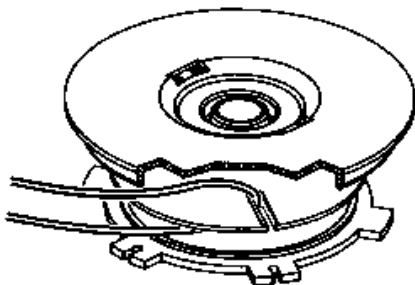

Fig. 14
4. Doblar 4,3 m (14 pulg) de longitud de la línea de la cortadora de 0,20cm (0,080 pulg). Coloque el centro de lazo en una ranuras del separador del carrete (Fig. 14).